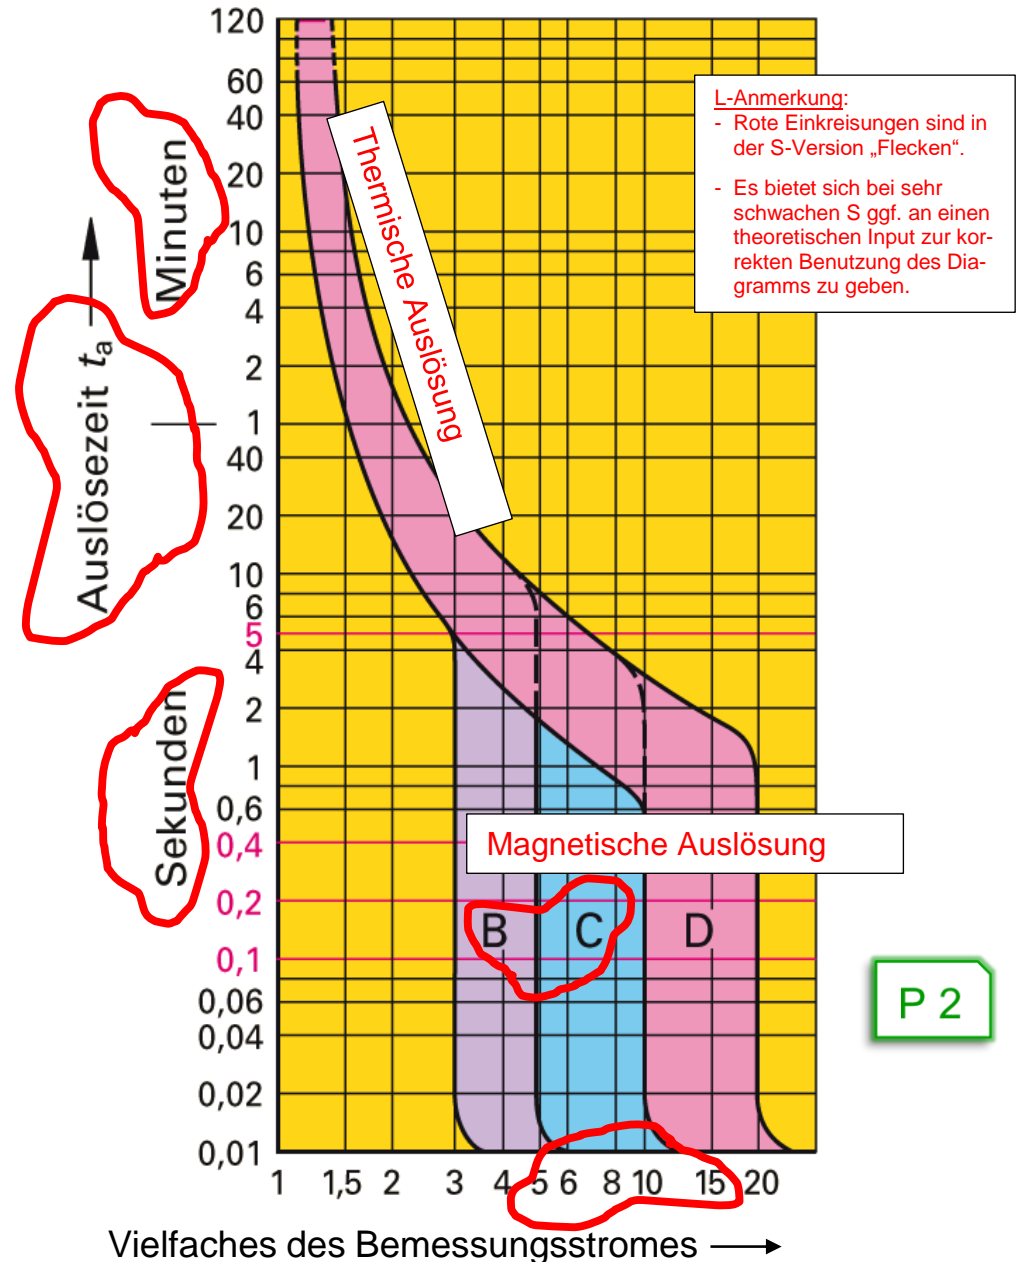

Abb. 7: Auslösekennlinien der gängigen LS-Schalter mit Auslösecharakteristik B, C & D
Herr Pfennig nickt und zeigt euch Abb. 7 (S. 13). Leider hat die Grafik von Herrn Pfennig einige Kaffeeflecken abbekommen. Ermittle über das TBB die fehlenden Angaben und ergänze sie in Abb. 7.
f.) Vithushan merkt an, dass Abb. 7 ganz schön kompliziert aussieht. Herr Pfenig erklärt euch deshalb die Details.
- g.) Schau dir Abb. 7 an. Mache eine horizontale Linie bei 0,4 Sekunden. Zwischen welchen beiden Werten (Vielfaches des Bemessungsstromes) liegen die in Klaus Wohnung eingesetzten Leitungsschutzschalter mit der Auslösecharakteristik „B“.
Wenn du nochmal eine Erklärung zum Aufbau des Diagramms mit den Auslösekennlinien (vgl. Abb. 7, S. 13) haben möchtest, findest du dazu Angaben im Kapitel Grundlagen 1 – Leitungsschutzschalter (S. 87).
- i.) Lasko fragt, welche Abschaltzeiten denn eigentlich generell eingehalten werden müssen, da in Abb. 7 (S. 13) mehrere waagrechte Linien mit unterschiedlichen Zeitangaben zu sehen sind. Herr Pfennig zeigt euch Tab. 4. Er erklärt, dass es in der Wohnung von Klaus ein TN-Netz gibt.